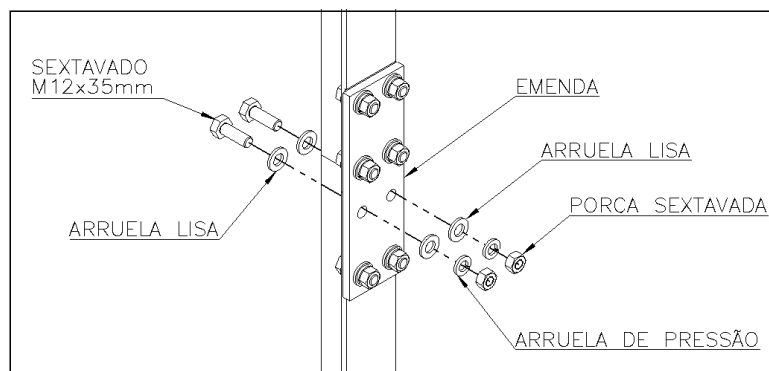

Figura 05: Emenda das guias
- Após confirmar que as guias estão alinhadas e na posição correta (**inclusive no PRUMO**), parafusar as demais guias utilizando as emendas conforme figura 05. A quantidade de guias e emendas pode variar de acordo com o desnível da obra.